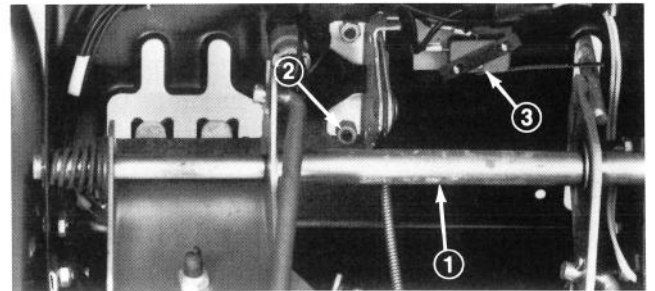

Abb. 3
2. Die Drossel vor der Drehstange durch den Schlitz in der Bedienungskonsole schieben und dann die Drosselplatte mit zwei Sechskantschrauben und Kontermuttern befestigen (Abb. 3).